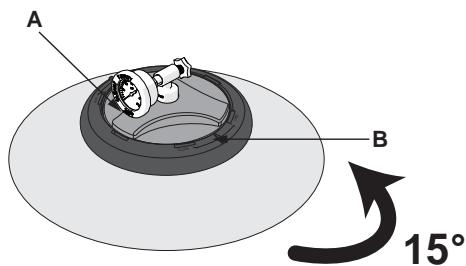

Figura 7. Afloje la rueda manual
- Tenga cuidado de no desenganchar la tubería de ventilación y la pantalla de ventilación. Consulte la Figura 7.
12. Asegúrese de que la tubería de escape automático esté en su lugar (enroscada a través del difusor) y de que la pantalla de ventilación esté instalada en la parte superior de la tubería de ventilación. Consulte la Figura 7.